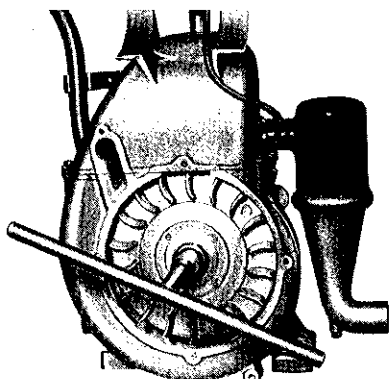

Bild 18. Mutter mit Spezialschlüssel ausdrehen
2. Mutter mit Spezialschlüssel ausdrehen (Bild 18).